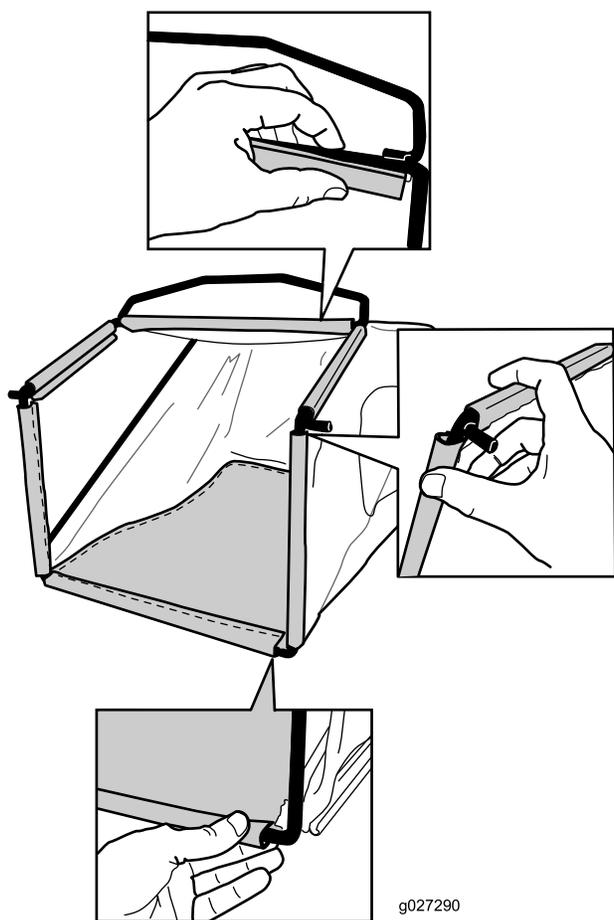

Figure 8
2. Accrochez la glissière inférieure du bac au bas de l'armature (Figure 8).
3. Accrochez la glissière supérieure et les glissières latérales du bac au sommet et sur les côtés de l'armature respectivement (**Figure 8**).